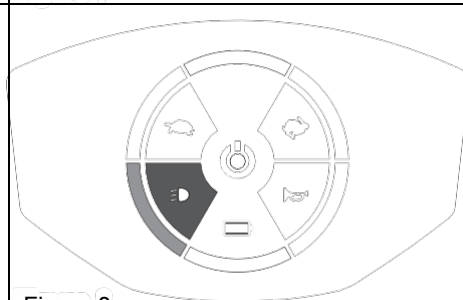

Figura 8
- Prima o botão [💡] uma vez para ligar a luz dianteira e a luz traseira. O botão [💡] acenderá no painel. A luz acenderá no painel. (Figura 8)
- Desligue premindo o botão de novo. A luz [💡] apagará no painel. (Figura 8)